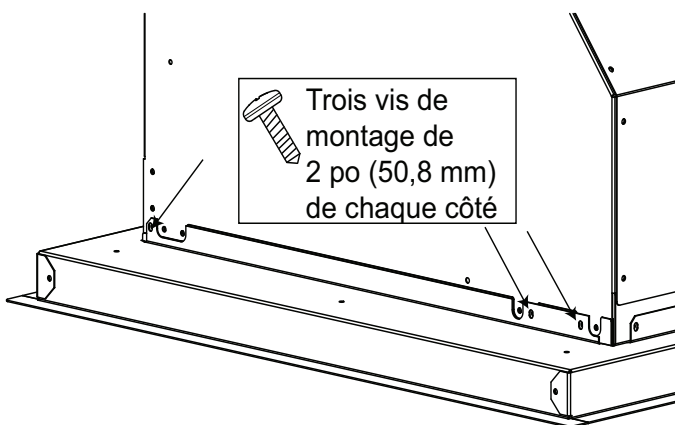
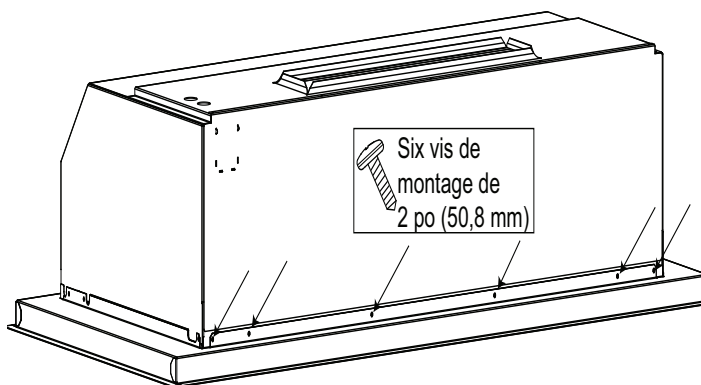

Figure 35 : Fixation des côtés du revêtement protecteur des modèles VCIB
Figure 36 : Vis arrière des modèles VCIB
- b) Placez le revêtement à ras le bas du boîtier. Fixez-le en place à l'aide de dix-huit (18) vis de ½ po (12,7 mm), comme illustré sur la Figure 35 et la Figure 36.